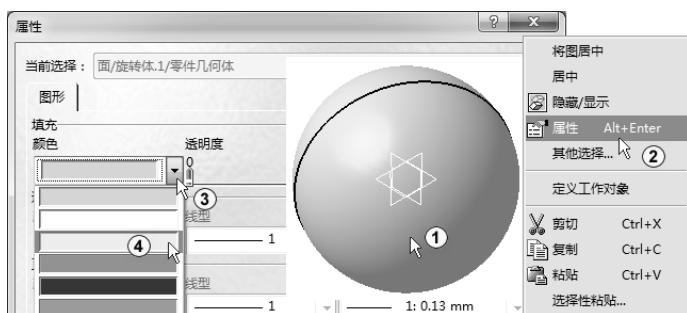

图 3-31 选择颜色
用鼠标右键选中球，在弹出的快捷菜单中选择“属性”命令，如图 3-31 中①②所示。系统弹出“属性”对话框，单击“颜色”右下角的倒三角形，在弹出的下拉列表中选择自己想要的颜色，如图 3-31 中③④所示。单击“确定”按钮。